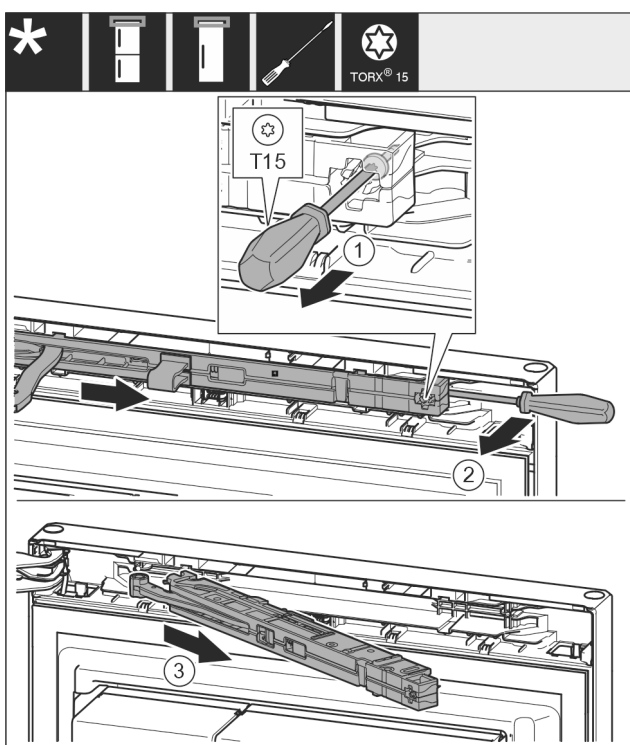

Fig. 12
- Odvijte vijak Fig. 12 (1) na enoti blažilnika za zapiranje vrat z izvijačem 14 mm.
- Dvignite enoto blažilnikov Fig. 12 (2) na strani ročaja z izvijačem v smeri naprej.
- Izvlecite enoto blažilnikov Fig. 12 (3).